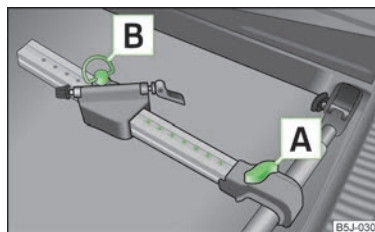

Fig. 54
- Extrageți puțin șurubul [A] » fig. 54 și împingeți suportul longitudinal (partea din aluminiu) înspre suportul transversal, până când se blochează socul.
- Slăbiți șurubul [A] » fig. 54 la pagina 58 și împingeți înspre stânga suportul pentru bicicletă, împreună cu bicicleta fixată, în așa fel încât între ghidon și geamul lateral al portbagajului să nu se ajungă la coliziune.